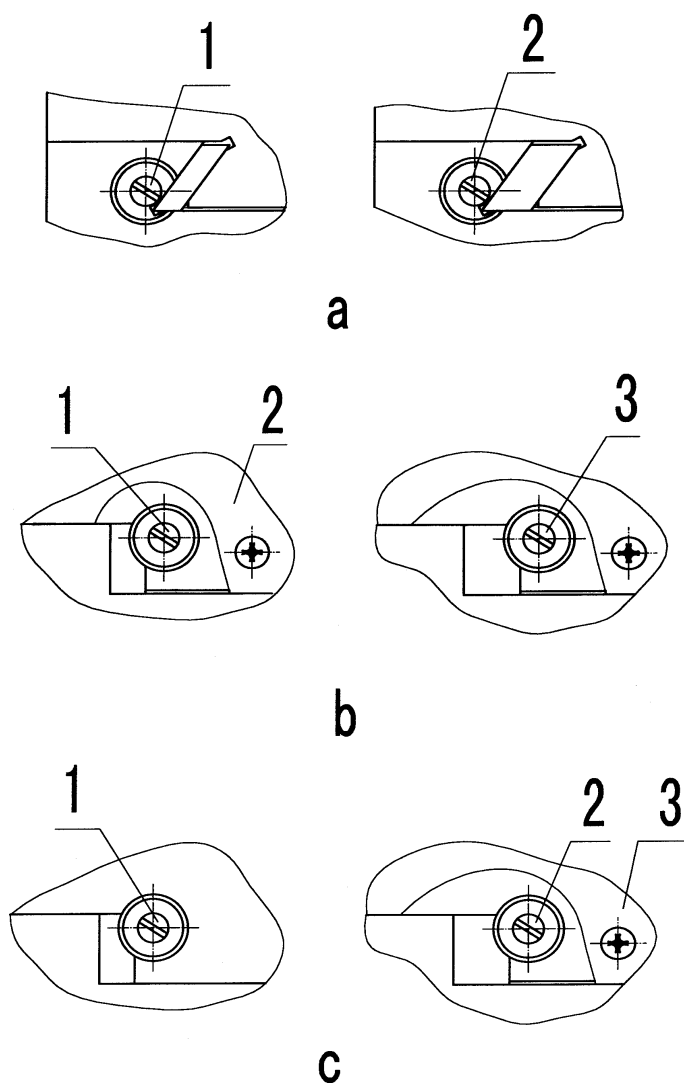

Рис. 6
Ослабить винт (1) малого конечника направляющей, отрегулировать винт (2) большого конечника направляющей, затем затянуть винт (1) (Рис. 6.а).
7.2.1 Регулировка поперечной направляющей: Снять очиститель (2), ослабить винт (1) малого конечника направляющей, отрегулировать винт (3) большого конечника направляющей, затем установить и затянуть очиститель (Рис. 6.b).
Снять очиститель (3), ослабить винт (1) на малом конце, отрегулировать винт (2) на большом конце, затем собрать и затянуть очиститель (3) (Рис. 6.c).